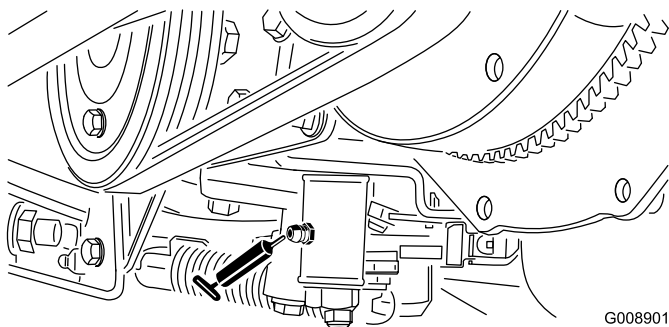

Figura 46
- Mecanismo de ajuste de punto muerto (Figura 46)